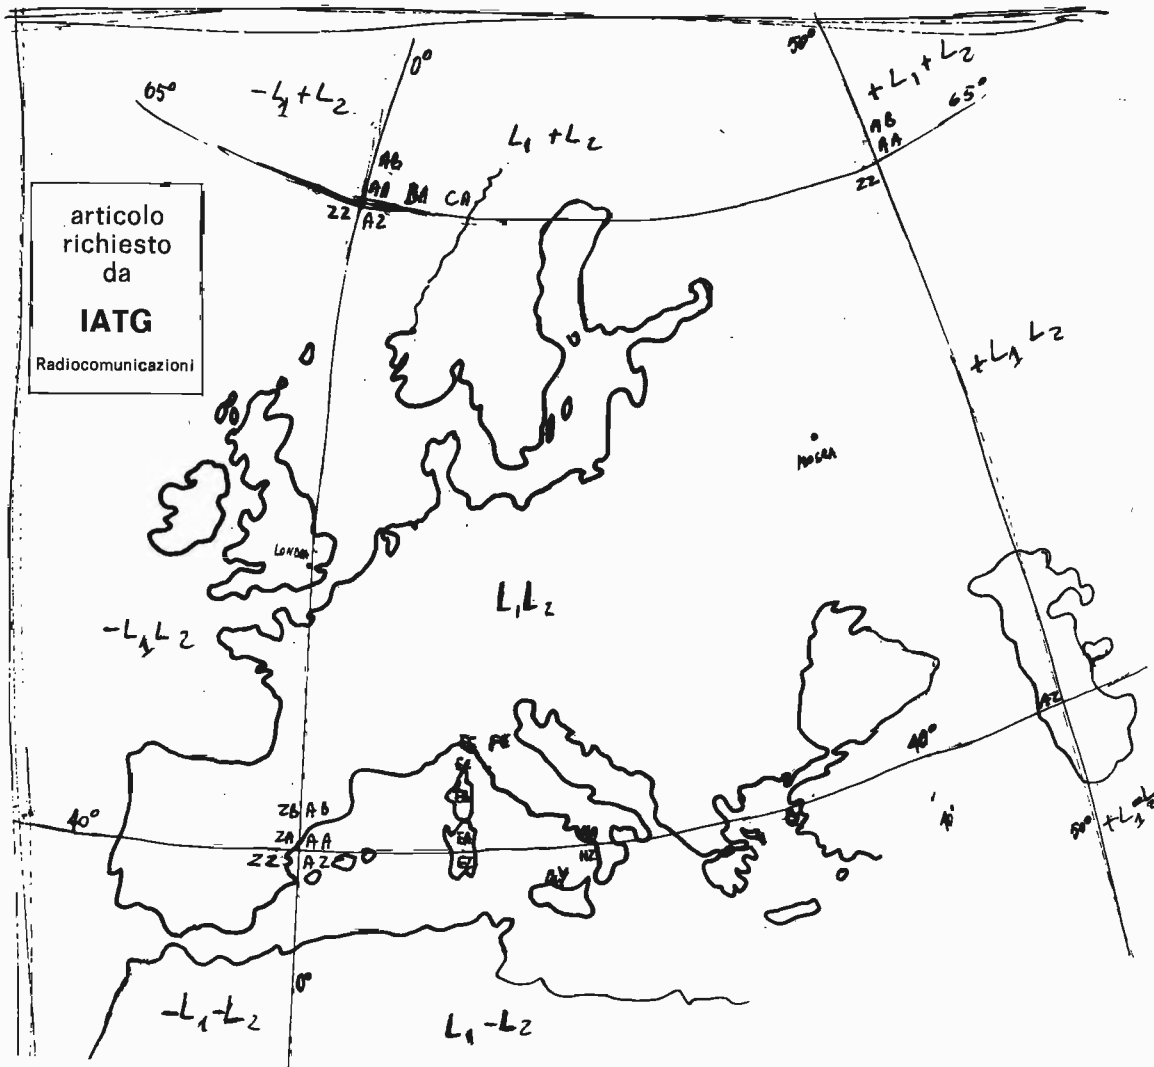

figura 1
La (4) e la (5), oltre alla onnipresente (1), sono le formule relative a questo metodo; la K_{Lat} è una costante da introdursi a seconda che si operi sul grande quadrato letterale che iniziando dalla Campania comprende quasi tutta l'Europa ($K_{\text{Lat}} = 40$), o invece nel sud Italia ($K_{\text{Lat}} = 15$); questo a causa del ripetersi delle lettere ogni venticinque gradi di latitudine (vedi figura 1).
- 3) l'introduzione dell'uso di una maschera di conversione applicata sulla tastiera che permette di inserire le lettere senza eseguire farraginose conversioni; il suo uso allarga ulteriormente il campo di applicazione del metodo alle prime quattro lettere di altri tre grandi quadrati letterali portando il campo di operatività a quello raffigurato in figura 1 che è talmente vasto che difficilmente, nonostante i nuovi Dx in meteor scatter, ci si può avvicinare ai confini;
La figura 1 fa vedere quale segno è da aggiungere alle lettere prima di impostarle in tastiera.
La figura 2 mostra la tavola di conversione tra lettere e numeri valida sia per quelle indicanti la latitudine sia per quelle indicanti la longitudine; questa assieme alla figura 1 aiutano a capire meglio il meccanismo di conversione.